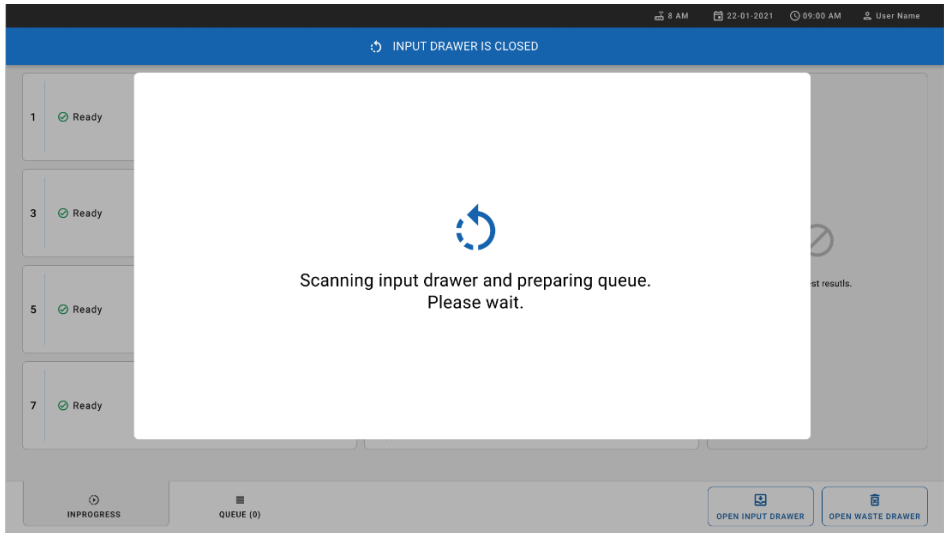

Figura 29. Ecranul de pregătire a listei de așteptare.
14. Închideți sertarul de introducere după ce toate cartușele au fost scanate și introduse. Sistemul va scana cartușele și va pregăti o listă de așteptare (Figura 29).